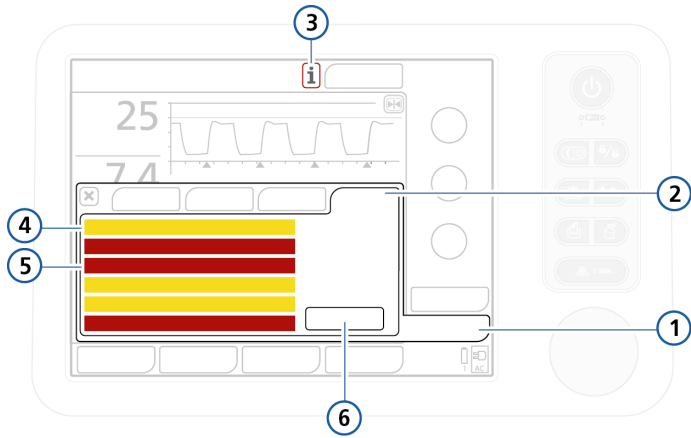

图 8-5. 显示未激活报警的报警缓冲区
- 如果没有激活任何报警，则报警缓冲区将显示未激活的最新报警（图 8-5）。未激活的报警显示在直角框中。
- 触摸未激活的报警指示器（i 图标）（图 8-5）
可以通过触摸**重置**按钮清除所有未激活的报警信息（图 8-5）。关闭缓冲区不会清除其内容。